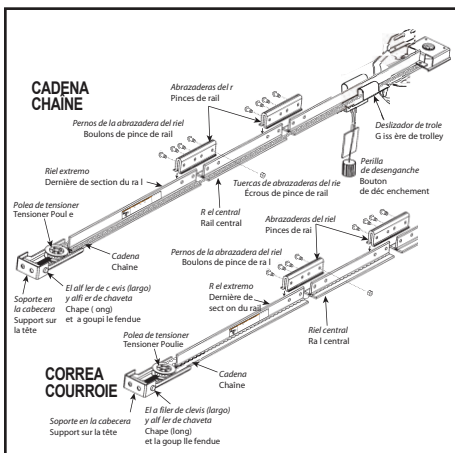

FIG. 1-3 Conjunto del riel partido.
6. Alinee las tres secciones de riel estirando recta la cadena y envolviendo alrededor de la cadena la polea tensora (Fig. 1-3 & 1-4).
7. Acople las dos grapas de riel a las secciones de unión del riel con (4) pernos y tuercas. Después de montar ambas grapas del riel a las secciones de riel, sujete apretando bien los pernos y tuercas.
6. Aligner les trois sections de rail en tirant sur la chaîne pour la raidir et l'enrouler autour de la poulie du tendeur de chaîne (Fig. 1-3 & 1-4).
7. Fixer les deux pinces de rail aux articulations de section de rail avec (4) boulons et écrous. Après avoir assemblé les deux pinces de rail aux sections de rail, bien resserrer les boulons et les écrous.
5. Alineez les trois sections de rail en tirant sur la courroie et en l'enroulant autour de la poulie de tendeur (Fig. 1-3 & 1-4).
6. Fixez les deux pinces à rail sur les joints de section de rail à l'aide de (4) boulons et écrous. Une fois les deux pinces à rail montées sur les sections de rail, serrez bien les boulons et les écrous.
5. Alinee las tres secciones de rieles jalando la correa y enrollándola alrededor de la polea tensora (Fig. 1-3 & 1-4).
6. Sujete las dos abrazaderas a las uniones de las secciones del riel con (4) pernos y roscas. Una vez que ambas abrazaderas han sido ensambladas a las secciones de los rieles, apriete bien los pernos y las roscas.